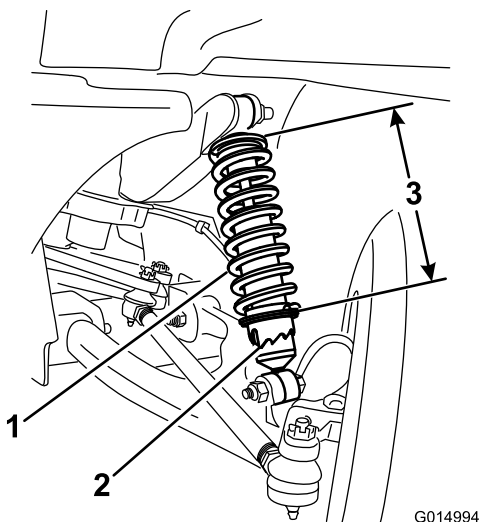

Figura 53
3. Usando la herramienta Toro número 6010, gire el collarín del amortiguador para variar la longitud del muelle (Figura 53).